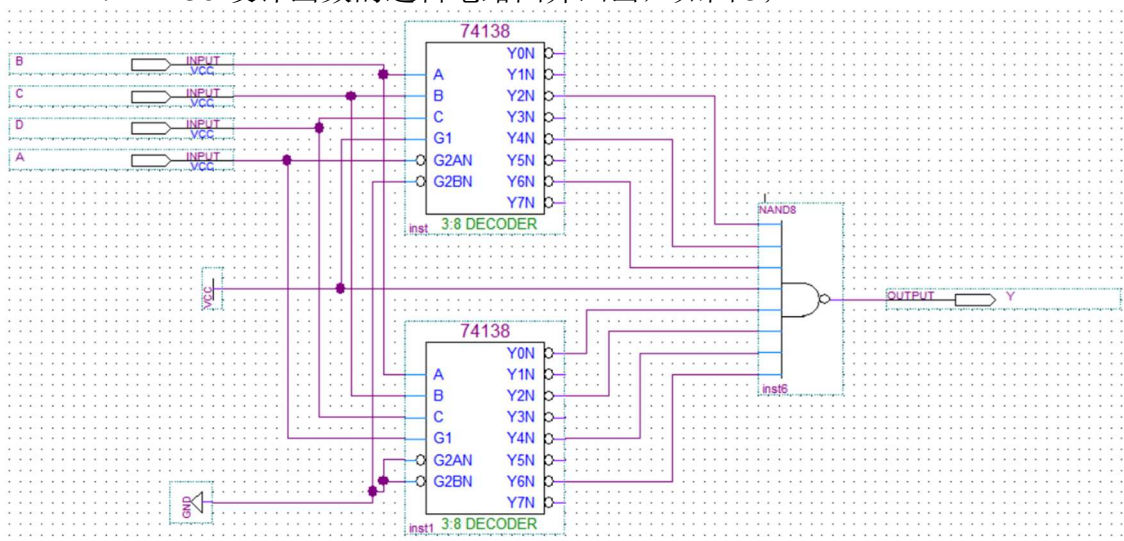

图 3 用 Quartus II 画出的逻辑电路图-2
② 在 Quartus II 中创建文件夹与工程文件，创建一个图形文件，选用 74LS138 设计函数的逻辑电路图并画出，如图 3；